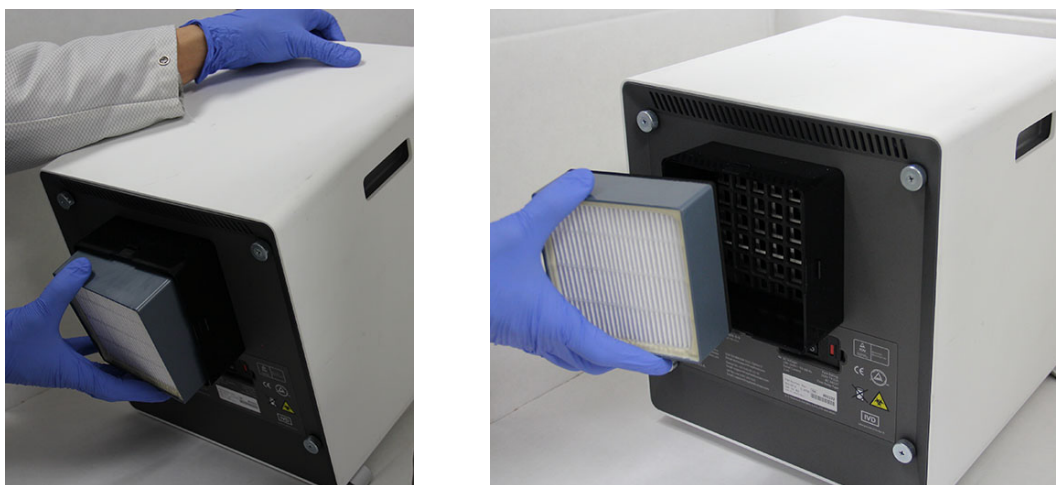

图 9-28. 取下 HE 过滤器
7. 将 GX-IV 仪器向自己的方式倾倒一些，取下 HE 过滤器。HE 过滤器应很容易取下。参见图 9-28。丢弃用过的 HE 过滤器。